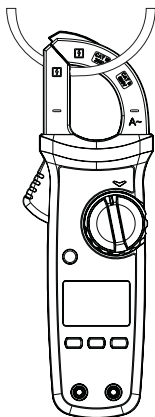

Fig. 3
4. Positionnez la pince ampèremétrique de manière que le conducteur à mesurer soit passe au centre de la pince et à angle droit (ne pas l'incliner). Cela fausserait la valeur de mesure de $\pm 1\%$) Fig. 3. La pince doit pouvoir être se fermer complètement, sinon aucune mesure n'est possible. Ne faites passer qu'un seul conducteur dans la pince ampèremétrique à la fois !